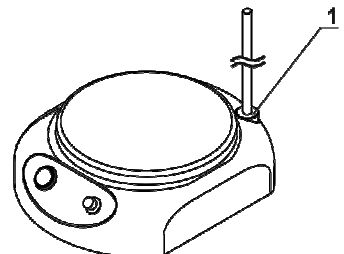

Abb. 1 MMS-3000
- Lösen Sie die Schraube von der Befestigungsfassung auf der Rückseite des Rührers (Abb. 1/1) und legen Sie sie zur Seite. Schrauben Sie den Teil des Ständers mit der Gegenmutter in die Fassung fest und befestigen Sie es mit der Gegenmutter. Schrauben Sie den zweiten Teil des Ständers am eingebauten ersten Teil fest.